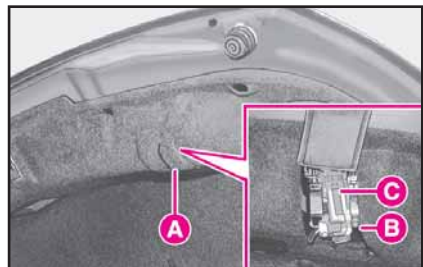

fig. 27
1) Ouvrir le coffre à bagages et soulever le revêtement **A** (fig. 27) en correspondance de l'ampoule à remplacer.